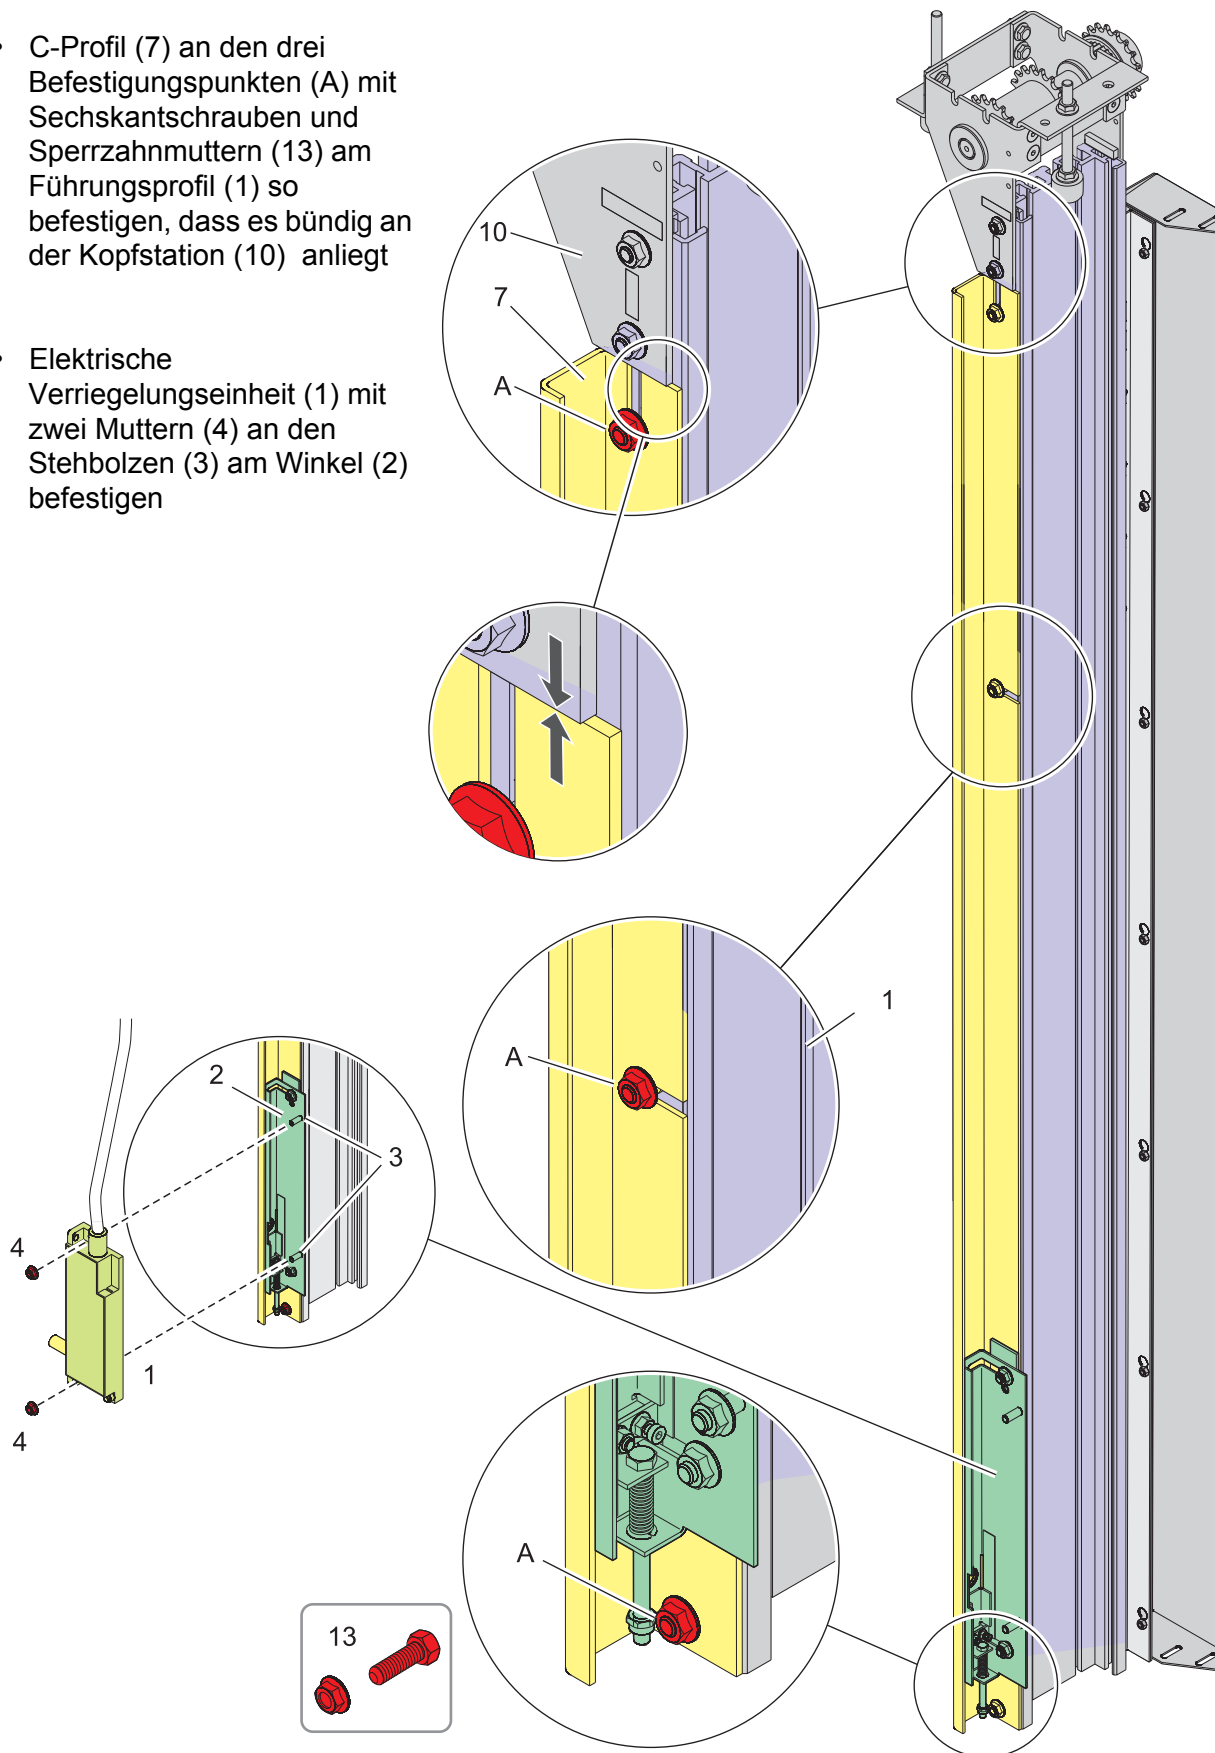

Abb. 54
- C-Profil (2) an den drei Befestigungspunkten wie bei Abb. 54 beschrieben befestigen